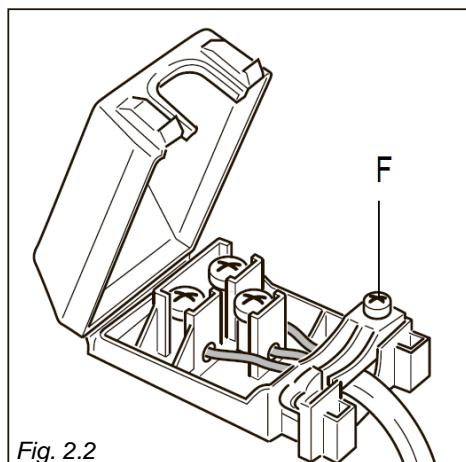

Fig. 2.2
- Ouvrez le presse-étoupe en dévissant la vis « F » (fig. 2.2), dévissez les vis de la borne et retirez le câble.